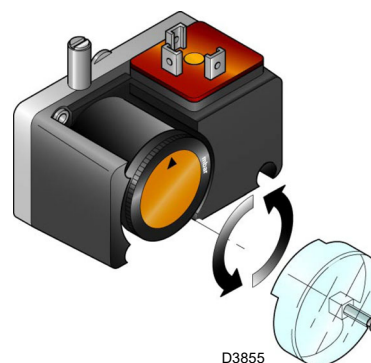

Abb. 32
- Regeln Sie den Druckwächter zur Kontrolle der Dichtheit (Kit PVP)(Abb. 32 auf Seite 36), wenn vorhanden, gemäß den dem Kit beiliegenden Anweisungen.
Regeln Sie den Druckwächter zur Kontrolle der Dichtheit (Kit PVP) (Abb. 32), wenn vorhanden, gemäß den dem Kit beiliegenden Anweisungen.